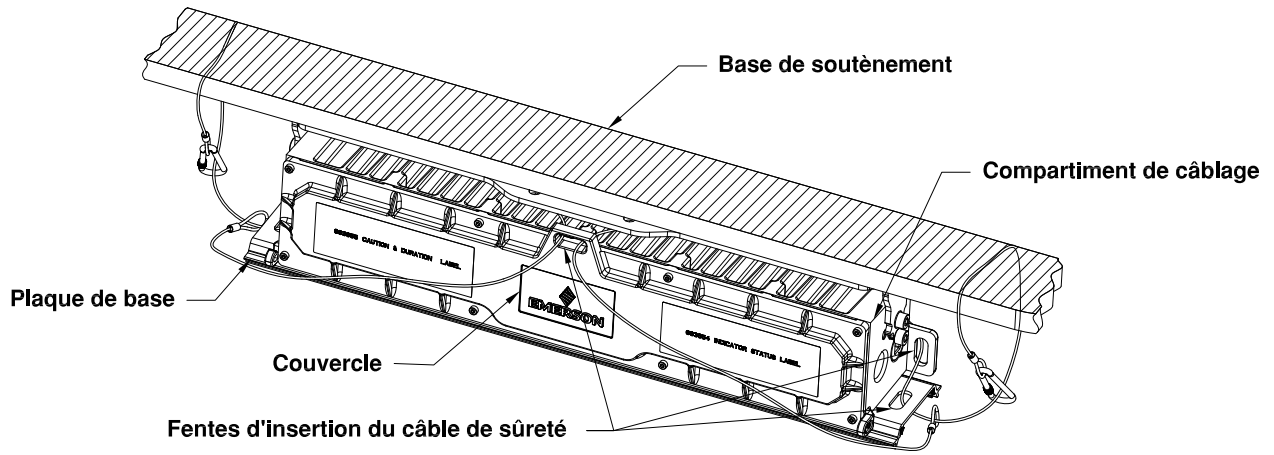

FIGURE 13: LUMINAIRE RIGMASTER 2 PIEDS AVEC CABLES DE SURETE
2. Insérez la boucle fermée du câble de sécurité dans un minimum de deux fentes de retenue du luminaire. Pour une installation plus sécurisée, il est recommandé de faire passer le câble par les fentes prévues à cet effet sur le couvercle, le compartiment de câblage et la plaque de base. Voir Figure 13 & 14.